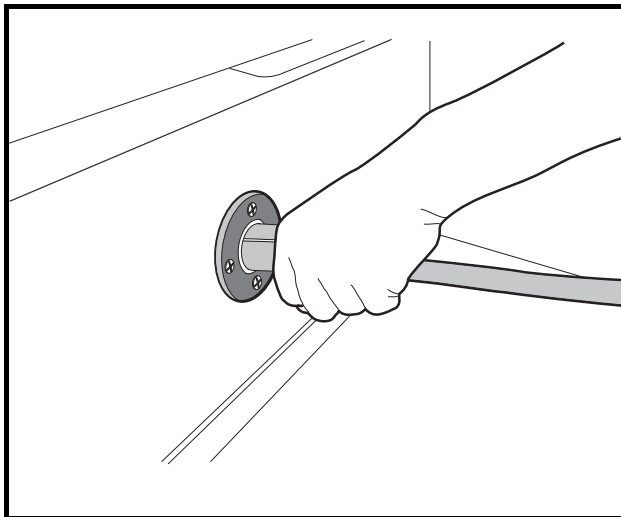
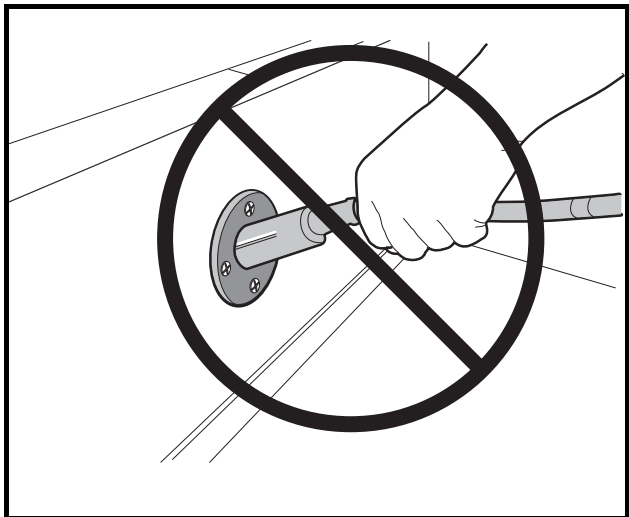

Figure 30 Insertion correcte de la fiche du chargeur c.c.
Figure 31 Insertion incorrecte de la fiche du chargeur c.c.
- Lors de l'utilisation d'un chargeur stationnaire, ne pas tirer sur le cordon d'alimentation c.c. (Figure 31, Page 54). Ne pas tordre, forcer ni plier la fiche. Pour débrancher, saisir la fiche, pas le cordon, et la tirer doucement et bien droit de la prise (Figure 30, Page 54).
Insérer la fiche d'alimentation CA du chargeur dans une prise de courant alternatif correctement mise à la terre et câblée conformément au code électrique national et à tous les codes et réglementations locaux. Ensuite, brancher la fiche du cordon d'alimentation c.c. dans la prise femelle du véhicule. Le chargeur se met en marche deux à dix secondes plus tard (**Figure 30, Page 54**).